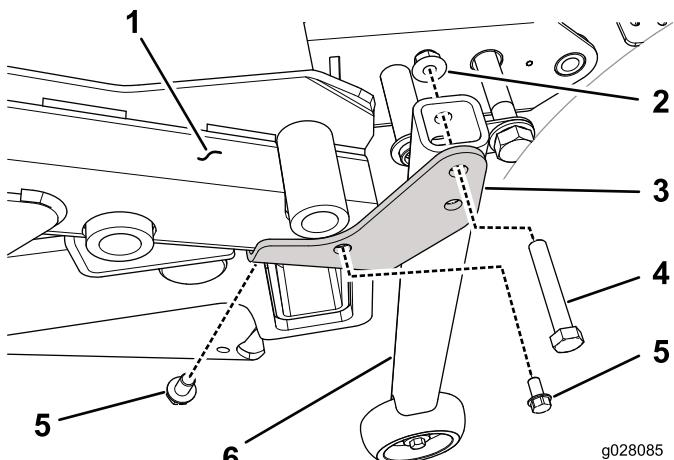

Рисунок 33
- На тяговых блоках с серийными номерами более 313000001 установите переходной кронштейн (левый или правый) в нижнюю часть соответствующего заднего угла рамы деки, используя самонарезающий винт 3/8 x 5/8 дюйма (Рисунок 33).
- Установите опорный узел вертикальной трубы на переходной кронштейн (правый или левый) в каждом углу рамы деки с помощью винта (3/8 x 2-1/4 дюйма) и фланцевой гайки (3/8 дюйма) (Рисунок 33).